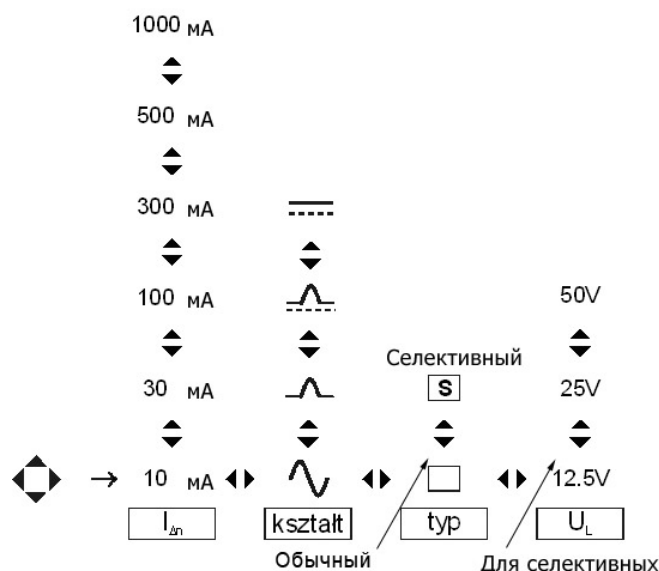

Рис.22. Выбор параметров в режиме AUTO
- выставить параметры замера согласно алгоритму, приведенному на Рис.22;